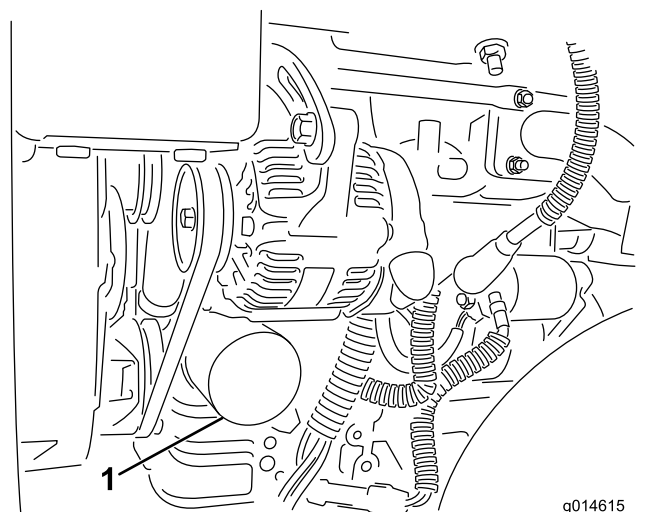

図 32
2. オイルフィルタ 図 32 を外す。新しいフィルタのガスケットに薄くエンジンオイルを塗る。